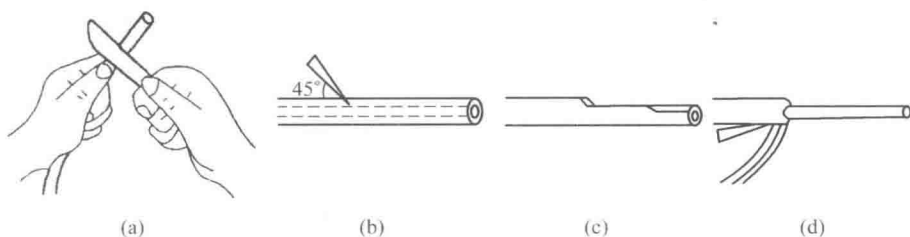

图 1-10 电工刀剖削塑料硬线绝缘层
① 根据所需线头长度用电工刀以约 45° 角倾斜切入塑料绝缘层,注意用力适度,避免损伤芯线。
② 然后使刀面与芯线保持 25° 角左右,用力向线端推削,在此过程中应避免电工刀切入芯线,只削去上面一层塑料绝缘。
③ 最后将塑料绝缘层向后翻起,用电工刀齐根切去。操作过程,如图 1-10 所示。
(3) 塑料护套线绝缘层的剖削必须用电工刀来完成,剖削方法和步骤如下:
(5) 花线绝缘层的剖削方法和步骤如下：
① 首先根据所需剖削长度,用电工刀在导线外表织物保护层割切一圈,并将其剥离。
② 距织物保护层 10mm 处,用钢丝钳刀口切割橡皮绝缘层。注意不能损伤芯线,拉下橡皮绝缘层,方法与图 1-10 类同。